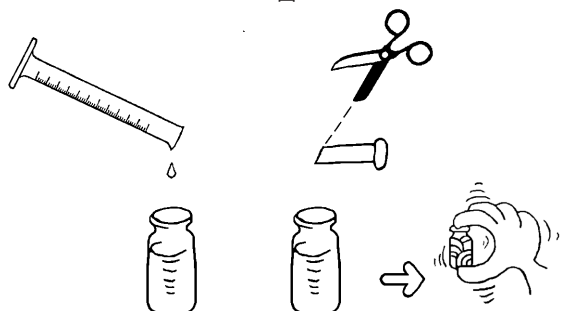

図2
2. 検水25mLを蓋付容器に採り、R-1、R-2試薬を加える。(図2)
2. LR-NO2 No.18 R-2を加えて攪拌する。(図2)